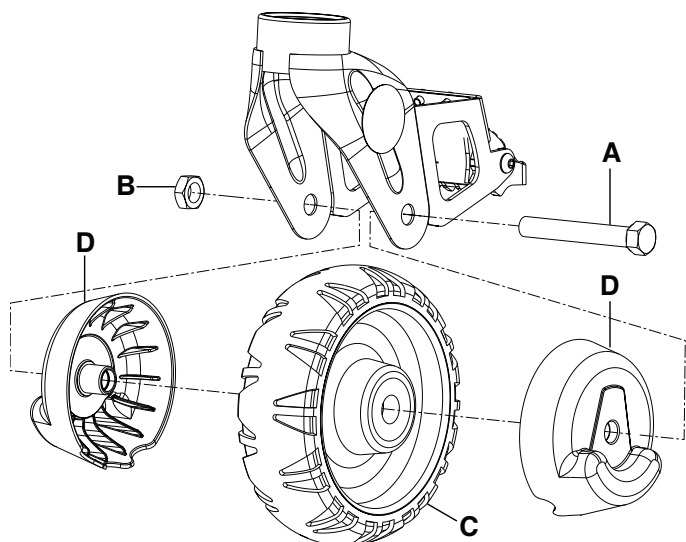
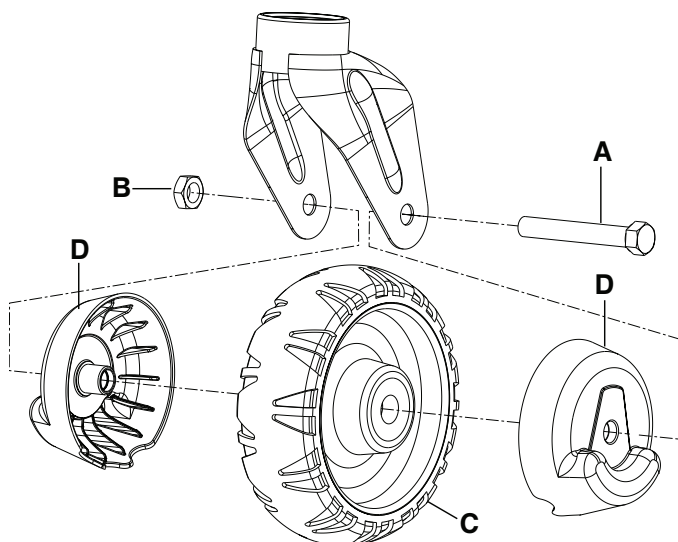

Figura 5 – Rodas de maca com protecções de rodas, com travões de roda
Figura 6 – Rodas de maca com protecções de rodas, sem travões de roda
4. Alinhe duas proteções de roda (6390-001-206) (D) à volta da roda, de forma a que as proteções de roda correspondam em ambos os lados (Figura 5 ou Figura 6).
5. Utilizando uma chave de caixa de 5/8 pol. com um comando por roquete de 3/8 pol. e uma chave combinada de 11/16 pol., instale o parafuso de cabeça sextavada (A) e a porca roscada de aperto (B) (0016-060-000) para fixar a roda (C) com as proteções (D) à estrutura do rodízio (Figura 5 ou Figura 6).